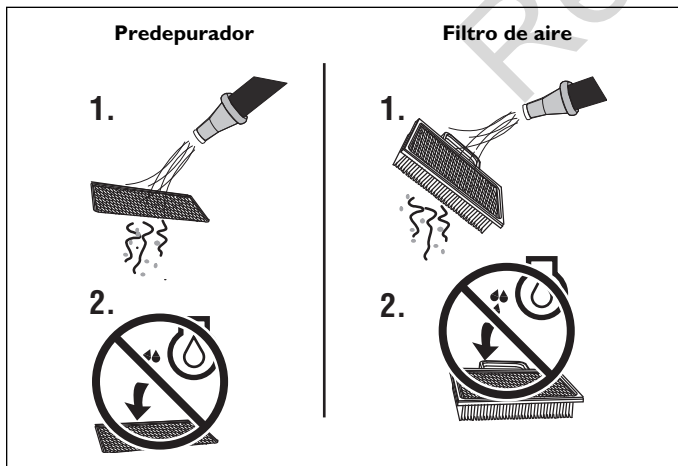

Figura 28. Mantenimiento del filtro de aire
1. Figura 28. Lave el predepurador en agua con detergente líquido.
1. Figura 28. Si aparece la palabra "Washable" (Lavable), el filtro puede lavarse con agua tibia y un jabón suave.